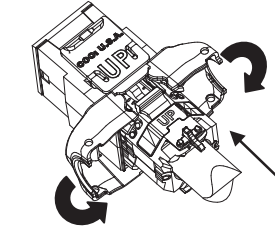

Fig 5.
7. Using a **flush cutter**, trim all pairs flush with sides of wire manager. **Note: Wire ends must be cut flush. Use of snips or side cutter is not recommended and may cause test failures. (See Fig. 5).**
7. Au moyen de la pince à coupe droite, sectionner toutes les paires à l'égalité des parois latérales du gestionnaire. Remarque : les extrémités doivent être affleurantes. L'usage de pinces à coupe diagonale n'est pas recommandé, et pourrait engendrer des échecs au moment des tests (figure 5).
7. Usando un cortador al ras, recorte todos los pares al ras de los lados de guiador de cable. Nota: Las puntas de los conductores se deben cortar al ras. No se recomienda usar tijeras o cuchillas pueden causar fallas en las pruebas. (Ver Fig. 5).